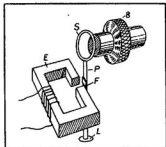

Fig. 2. — Variateur électro-mécanique de réactance.
çon dont son oscillateur est modulé en fréquence. Ce tube, on pourrait user des méthodes électroniques faisant appel à la variation de la réactance apparente d'un tube à plusieurs électrodes (1). Mais il est plus simple d'employer le variateur électro-mécanique de réactance, imaginé par J. Bernhard (2). Celui-ci se compose essentiellement (fig. 2), d'une palette vibrante P dont une extrémité L est fixe et qui porte une armature en fer doux E se déplaçant dans l'entrefer d'un électro-aimant E. Celui-ci est excité par le courant du secteur de 50 p/s. L'extrémité libre de la palette porte une spirale B en court-circuit, qui se déplace dans le champ non homogène d'un enroulement B faisant partie du circuit accordé de l'oscillateur. Sous l'action des courants de Foucault induits dans la spirale, la self-inductance de l'enroulement varie en fonction